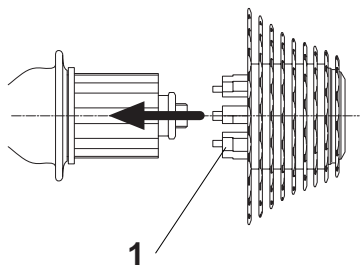

Fig. 7
- I pignoni sono preassemblati e fasati sul supporto (1).
- Inserite il supporto sul fianco della ruota libera, allineate i profili scanalati, spingete i pignoni sulla ruota libera ed estraete il supporto (1) dal mozzo (Fig. 7).
- Les pignons sont préassemblés et réglés sur le support (1).
- Introduisez le support sur le côté du corps RL, alignez les profils rainurés, poussez les pignons sur la roue libre et retirez le support (1) du moyeu (Fig. 7).
- Insert the support on the side of the freewheel body, align the spline patterns, press the sprockets onto the freewheel and extract the support (1) from the hub (Fig. 7).
- Los piñones vienen preensamblados y fasados en el soporte (1).
- Montar el soporte en el costado del cuerpo RL, alinear los perfiles ranurados, empujar los piñones en la rueda libre y extraer el soporte (1) del buje (Fig. 7).
- Die Ritzel sind auf der Plastikhalterung (1) zu einer Einheit zusammengefaßt und bereits in der richtigen Phasenstellung aufgesteckt.
- Die Halterung seitlich auf den Freilaufkörper setzen, die Aufsteckprofile ausrichten, die Ritzel auf den Freilaufkörper schieben und die Halterung (1) aus der Nabe ziehen (Abb. 7).
- De cassette is voorgemonteerd op een geleider (1).
- Plaats de geleider op de zijkant van de body zodanig dat de uitsparingen in 1 lijn staan. Druk de tandwielen op de body en haal de geleider (1) van de naaf (Fig. 7).